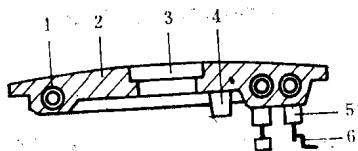

图1-2 发热盘的结构
**发热盘** 发热盘又称电热板，其结构如图1-2所示，是将环状电热管先以浇铸方式铸在铝合金中，然后以机械方式加工成凸球状。为了提高传热效率，发热盘的形状与铝内锅锅底形状极为吻合。这种发热盘的优点是机械强度高、热效率高，电热管不裸露于空气中，使用寿命长，但也有不足之处，成型加工困难，出现损坏故障，维修困难。